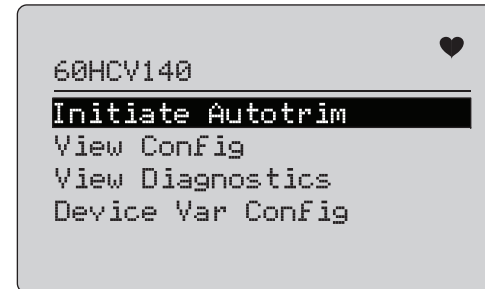

Abbildung 58. Menü HART Comm. (HART Kommunikation)
2. **Modify Setup** (Setup ändern) > **HART Comms** (HART Kommunikation) öffnen. Siehe Abbildung 58 zu den verfügbaren Optionen.